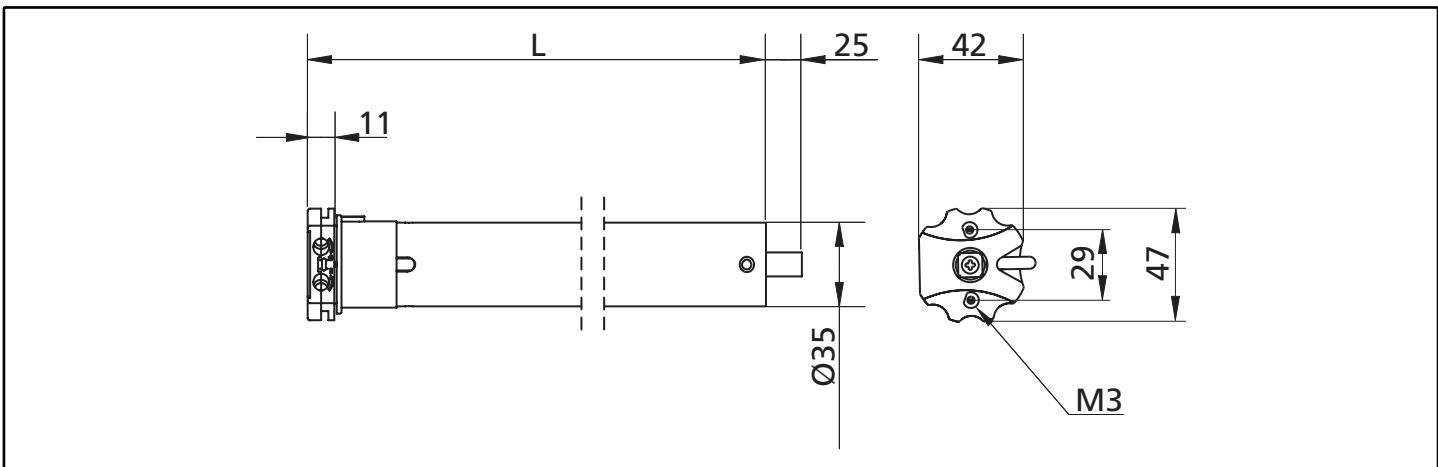

Fig.1
2. Inserire la corona **A** sulla ghiera **B** del finecorsa (fig.1).
3. Inserire la puleggia **C** sul perno del motore **D** (fig.1).